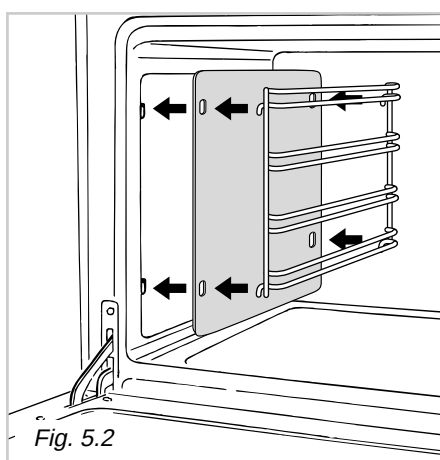

Fig. 5.2
- En los modelos con paneles autolimpiantes de serie, enganche los soportes laterales intercalando los paneles autolimpiantes (Fig. 5.2).